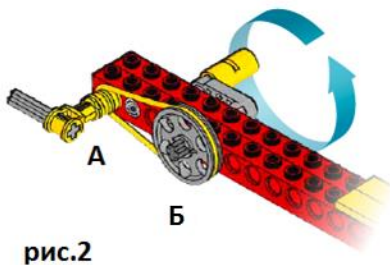

рис.2
Рассмотрите механизм на рис.2 и ответьте на вопросы:
- 8) С какой скоростью вращаются шкивы на рис. 2?